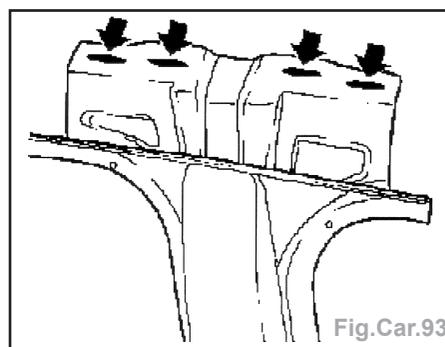

Fig.Car.93
- Fraiser 4 trous oblongs dans la pièce neuve avec une fraise sphérique en métal dur (Ø 6x 20 mm) (Fig.Car.93).